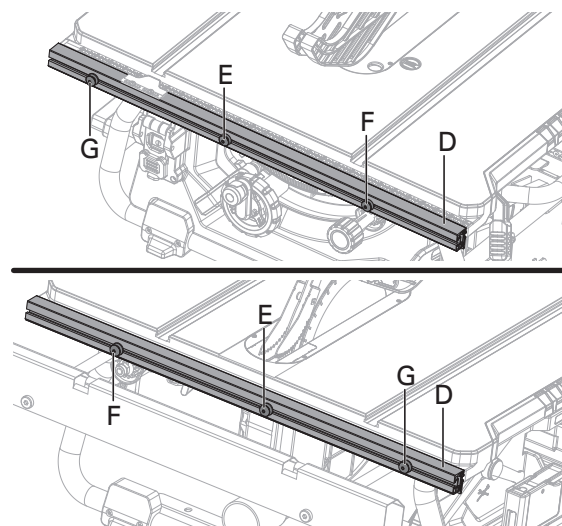

Fig. 12b
- Presione la palanca de las barras de tope (A) hacia la parte trasera de la sierra para desbloquearla.
- Afloje las perillas de bloqueo del tope guía paralelo (B) en el tope guía paralelo.
- Deslice el tope guía paralelo (C) hacia la derecha, gírelo hacia arriba formando un ángulo y quite el tope de las barras de tope frontal y trasera (D).
⚠PRECAUCIÓN: Hay tres tornillos de posición (E, F, G) en cada barra de tope frontal y trasera (D) para fijar el tope guía paralelo. Los tornillos de posición (E, F) se usan en el tope guía paralelo en la parte derecha de la cuchilla de sierra. Los tornillos de posición (G) se usan en el tope guía paralelo en la parte izquierda de la cuchilla de sierra (Fig. 12b).